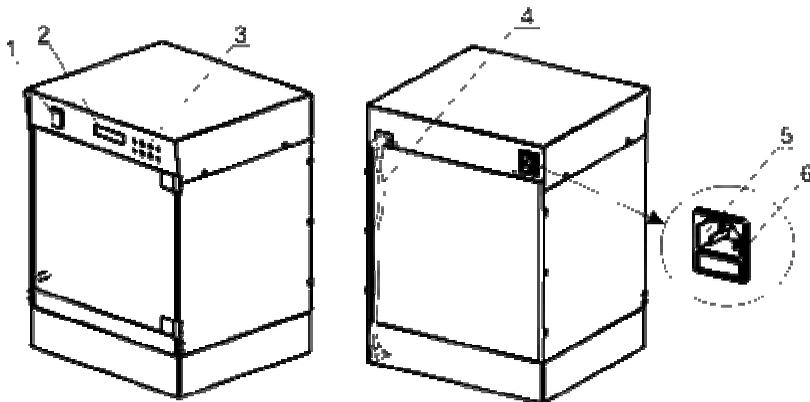

Fig.1 Struttura dell'unità
- interruttore di alimentazione (fig.1/1);
- display (fig.1/2);
- pulsanti di comando (fig.1/3).
- cavo di controllo del blocco di agitazione (fig.1/4);
- presa per il collegamento del cavo di alimentazione (fig.1/5);
- portafusibile (fig.1/6).
❶ UP-12
❷ PP-4
❸ P-12/100
❹ P-6/250
❺ P. 16/88
❻ HB-200
- collegare il cavo di controllo dell'agitatore (fig.1/4) nelle prese corrispondenti situate nella parte posteriore del blocco termostatico e del blocco di agitazione;
- Inserire il cavo di alimentazione nella presa sul lato posteriore (fig.1/5) e posizionare l'unità in modo che interruttore e connettore siano facilmente raggiungibili;
Scollegare l'unità dalla corrente. Scollegare il cavo di alimentazione dalla presa situata sul retro dell'agitatore-incubatore. Aprire il portafusibile (fig.1/6). Sostituire con il fusibile corretto (per 230 V, - T1 A, per 120 V - T2 A).